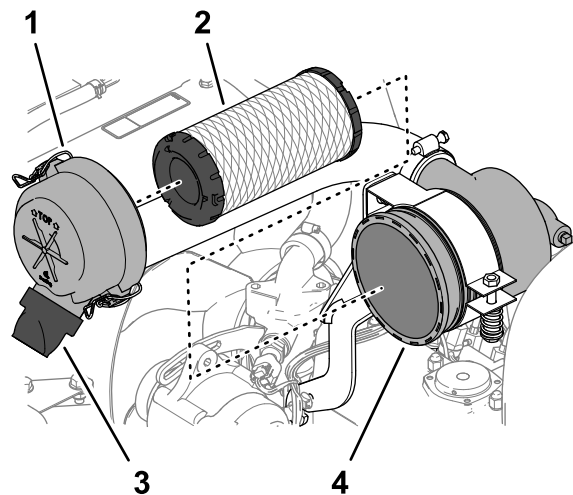

Рисунок 67
3. Отпустите защелки, фиксирующие крышку воздухоочистителя на его корпусе (Рисунок 67).
6. Снимите элемент фильтра (Рисунок 67).
7. Снимите резиновый выпускной клапан (Рисунок 67) с отверстия выпуска загрязнений на крышке воздухоочистителя.